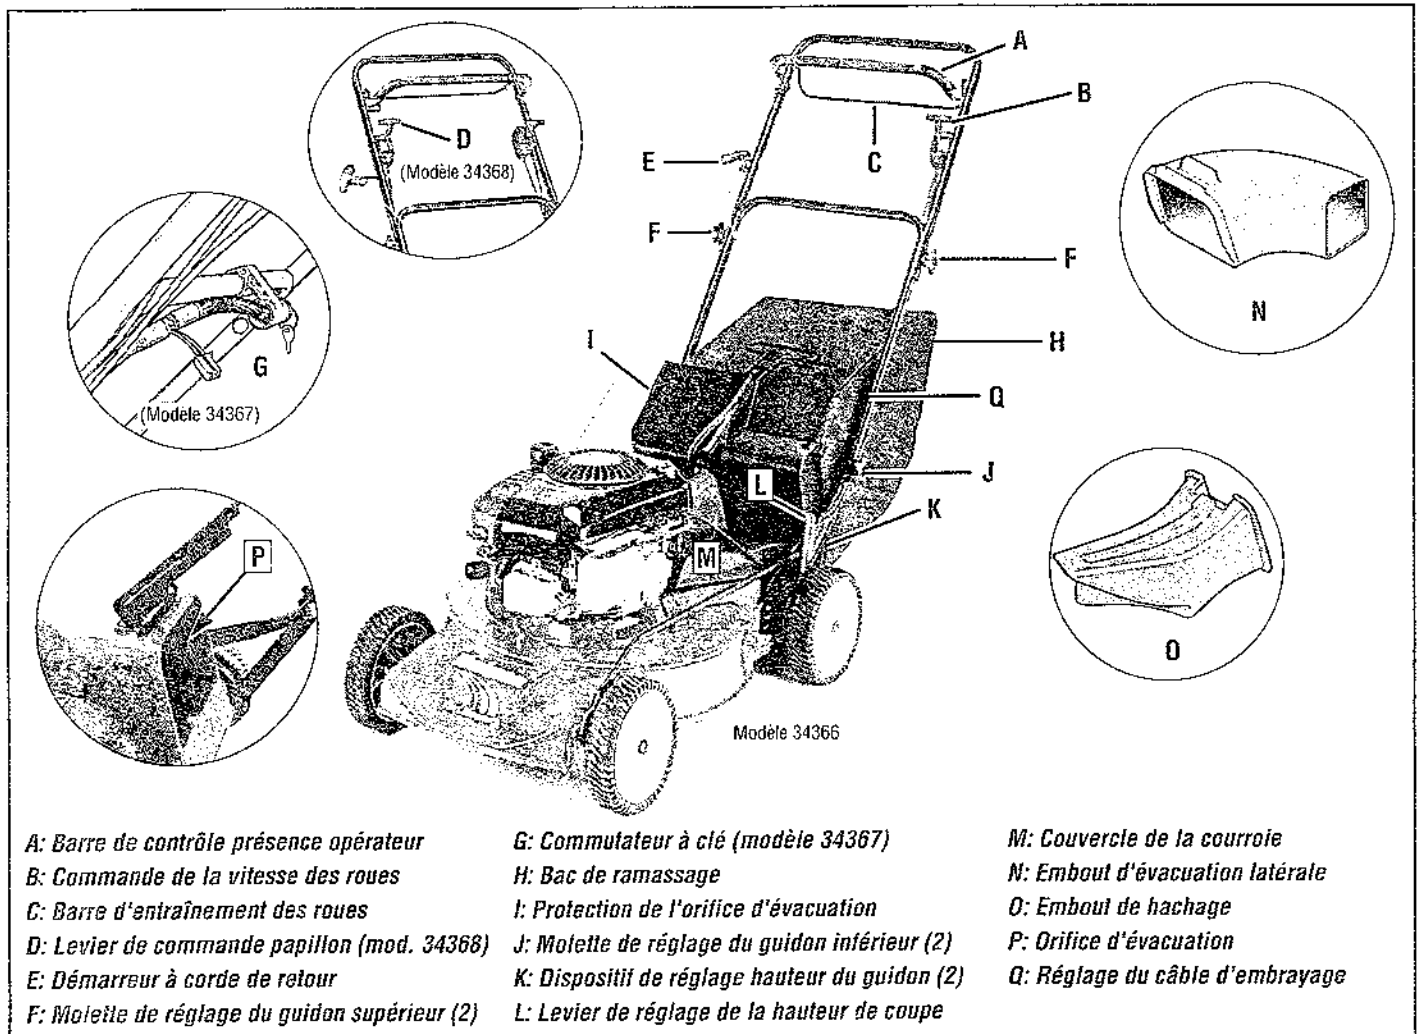

Figure 3-1
La tondeuse est livrée avec trois accessoires faciles à installer, le bac de ramassage (H, Figure 3-1), l'embout d'évacuation latérale (N) et l'embout de hachage (O), qui permettent d'utiliser trois différents modes de tonte. Lisez *Réglage des modes de tonte* au chapitre 4 pour des informations plus détaillées sur la manière d'installer et d'utiliser ces accessoires.
Utilisez le Bac de ramassage (H, Figure 3-1) pour collecter l'herbe coupée afin de la mettre au rebut. Le panier a une capacité de plus de soixante-dix litres.
Utilisez l'embout d'évacuation latérale (N, Figure 3-1) pour diriger l'herbe coupée sur le côté gauche (par rapport à la position de l'opérateur) de la tondeuse. Lisez *Mode évacuation latérale* au chapitre 4.
Utilisez l'embout de hachage (O, Figure 3-1) pour hacher l'herbe coupée. Voir *Mode hacheuse* au chapitre 4.
La barre de contrôle de la présence de l'opérateur (A, Figure 3-1) doit être tirée vers l'arrière contre le guidon et maintenu à cette place lors du démarrage du moteur et de l'utilisation de la tondeuse. Relâcher la barre coupe le moteur et arrête la lame de la tondeuse. Le moteur ne redémarre que lorsque la barre est à nouveau tirée vers l'arrière contre le guidon.
La barre d'entraînement des roues (C, Figure 3-1) met en prise les roues arrière mécaniques lorsqu'elle est tirée vers le haut contre le guidon et libère les roues lorsqu'elle est relâchée. Lisez *Tonte et Maniabilité de la tondeuse* au chapitre 4 pour plus d'informations.
La commande de la vitesse des roues (B, Figure 3-1) comprend trois différentes vitesses de roue. Les possibilités sont les suivantes :
Cette commande (L, Figure 3-1) propose huit hauteurs de coupe afin que vous puissiez choisir la hauteur de coupe la mieux appropriée à l'état de votre pelouse. Les hauteurs de coupe vont de 3/4 de pouce à 4 pouces 1/4. Voir *Préparation de la tonte* Lisez au chapitre 4 pour plus d'informations.
Le commutateur à clé de contact (G, Figure 3-1) permet à l'opérateur de faire démarrer le moteur sans utiliser la corde du démarreur. Lisez *Démarrage du moteur* au chapitre 4 pour plus de détails sur la manière de démarrer le moteur.
Le démarreur à corde de retour (E, Figure 3-1) permet de démarrer le moteur en tirant dessus. Lisez le mode d'emploi du moteur pour plus d'informations sur votre moteur. Lisez également *Démarrage du moteur* au chapitre 4.
La tondeuse dispose de trois dispositifs de réglage de la hauteur du guidon (K, Figure 3-1). Voir *Etape 5 : Réglage de la hauteur du guidon* au chapitre 2.
Pour le modèle 34368, cette commande (D, Figure 3-1) régule la vitesse du moteur et contrôle l'étrangleur. Voir *Démarrage du moteur* au chapitre 4 pour plus d'informations.